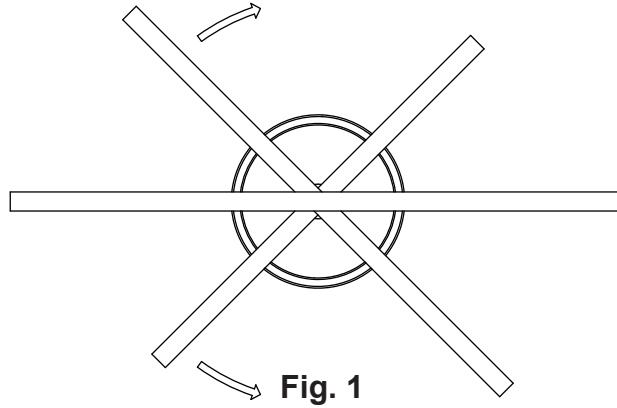

Fig. 1
- 1) Si lo desea, gire los brazos superior y del medio hasta 45 grados desde la posición lineal, como se muestra (Fig.1).
- 7) Retire la placa de montaje [G] de la cubierta [D] desatornillando los tres (3) tornillos de montaje avellanados [F] de la cubierta. Conserva los tornillos para volver a fijar la cubierta a la placa de montaje.